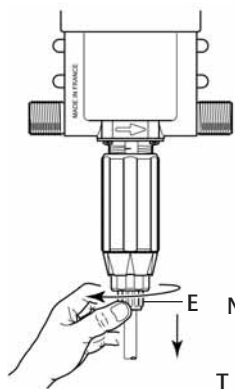
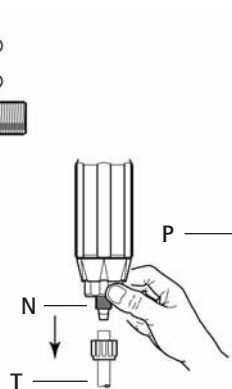

Fig. 15
Fig. 16
- Dévisser l'écrou (Fig. 15-E) et enlever le tuyau d'aspiration (Fig. 16-T).
- Dévisser et enlever l'écrou (Fig. 16-N).